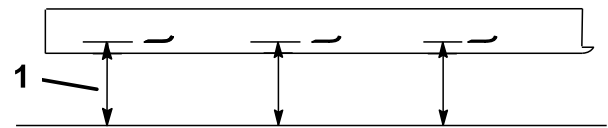

Figura 59
2. Mida desde una superficie nivelada hasta el filo de corte, posición A, de las cuchillas (Figura 59). Anote esta dimensión.